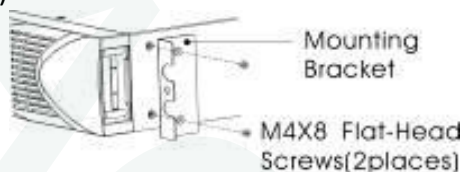

Рис. 2-3
- Совместите монтажные кронштейны с отверстиями для винтов M4x8 как показано на рисунке ниже (см. рис. 2-3).